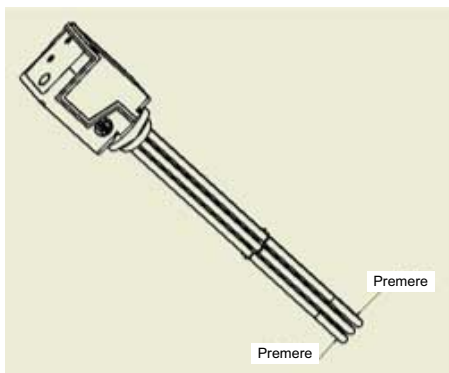

Fig. 1.3: Montaggio della resistenza su tappo filettato
- 1) Rimuovere le lamiere laterali del rivestimento della pompa di calore per raggiungere il serbatoio polmone integrato. In questo serbatoio polmone è montato di serie un riscaldatore da 1,5 kW (vedere fig. 1.3 a pag. 4).